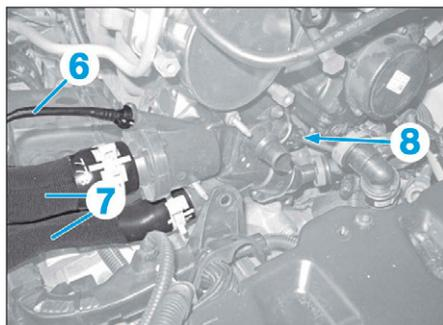

FIG. 36
- le tuyau de dégazage (6) (Fig.36),
- les durits (7).
- Débrancher la sonde de température d'eau (8).